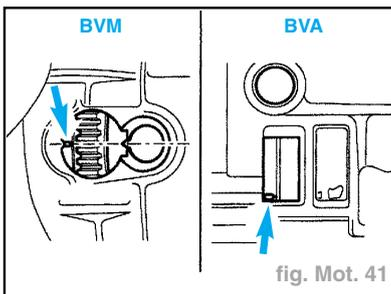

fig. Mot. 41
- Contrôler si le repère du PMH du volant moteur coïncide avec la marque de référence (flèche) (fig. Mot. 41).
- Contrôler si le repère du PMH sur le volant moteur coïncide avec la marque de référence (flèche) (fig. Mot. 41) :